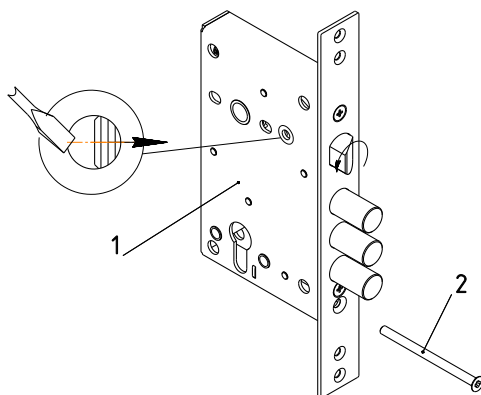

Рис.1
Комплектность замка приведена в таблице и показана на рис. 1.
4.2. Перед установкой замка убедитесь, что скос защёлки направлен в сторону закрывания двери. Чтобы переставить защёлку нужно ее выдвинуть из корпуса отверткой через отверстие в корпусе замка и разворота на 180° вокруг своей оси (см. рис.1).